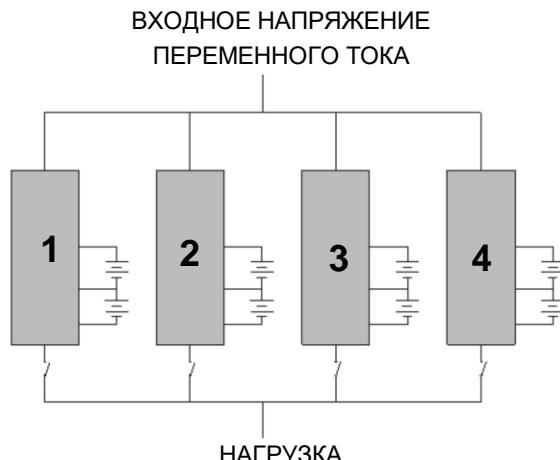
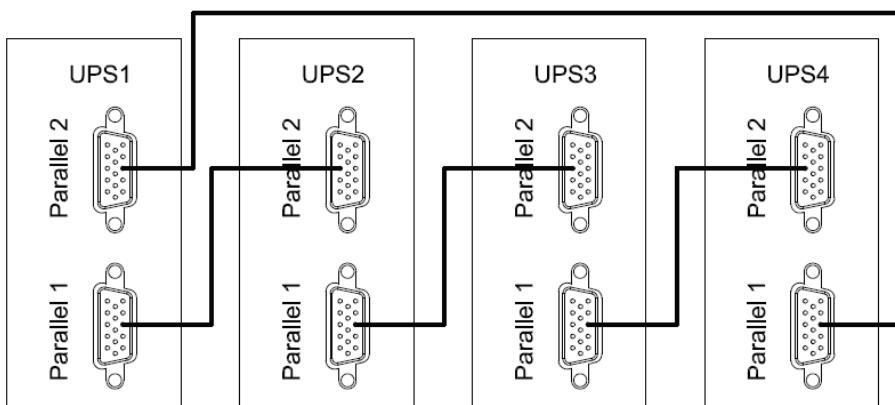

Рисунок 24 — Схема подключения изделий в систему параллельного резервирования.
Рисунок 25 — Схема соединения изделий в «кольцо» через параллельные порты.
- подключение кабелей к клеммному блоку следует выполнять в соответствии со схемой (см. рисунок 25) и маркировкой, нанесенной на клеммном блоке изделия;
Изделие может функционировать в системе бесперебойного питания с параллельным резервированием (см. рисунок 24 и рисунок 25), целью которого является либо повышение надежности (резервирование), либо увеличение общей выходной мощности (масштабирование).